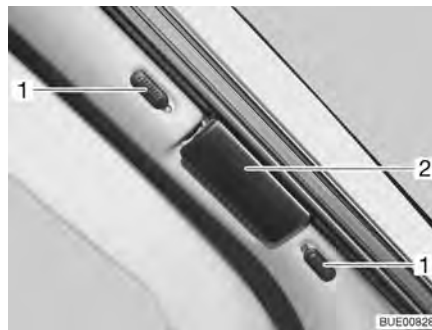

Bild 20 Plisségardin för vindrutan
- Skjut de två hälfterna av plisségardinen för vindrutan utåt så långt det går, ta tag i handtaget (Bild 20,2).
- Skjut upp resp. ned låsknapparna (Bild 20,1). Låset är öppet när den röda punkten syns.